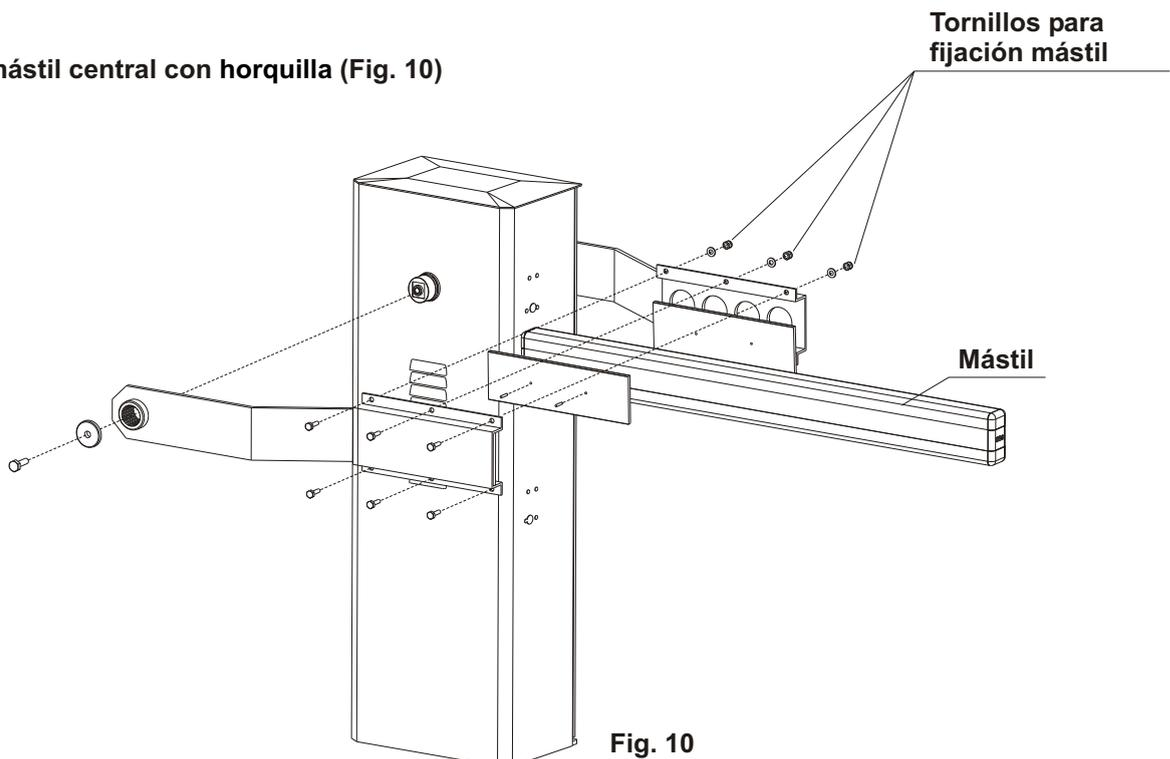

Fig. 10
5) Montaje del mástil central con horquilla (Fig. 10)